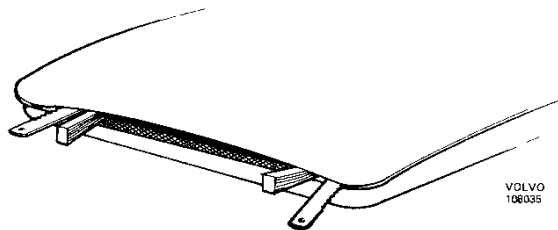

Abb. 36 Aufgekeilte Fuge Kunststoff-Heckklappe
1. Um die Fugenstöße besser zugänglich zu machen, ist es zweckmässig, die Wandungen mit Holztreibteilen oder dgl. auseinander zu spannen, siehe Abb. 36.
2. Trennfugen sauber abschleifen. Fugenrisse in der Tiefe mit dem Blatt einer Eisensäge ausweiten, damit die Reparaturmasse besser eingearbeitet werden kann (Abb. 36).